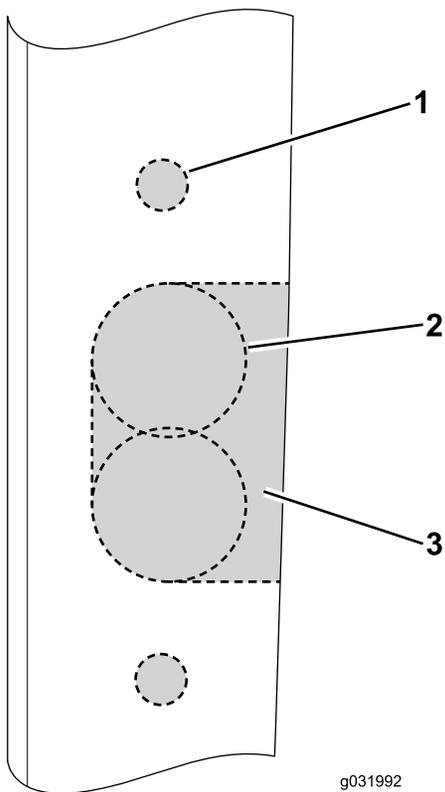

Bild 56
2. Bohren Sie die 9/32" großen Löcher für die Bundkopfschrauben Bild 56.
3. Erstellen Sie mit einer 1" großen Lochsäge das Radiusfeature im Ausschnitt (Bild 56).